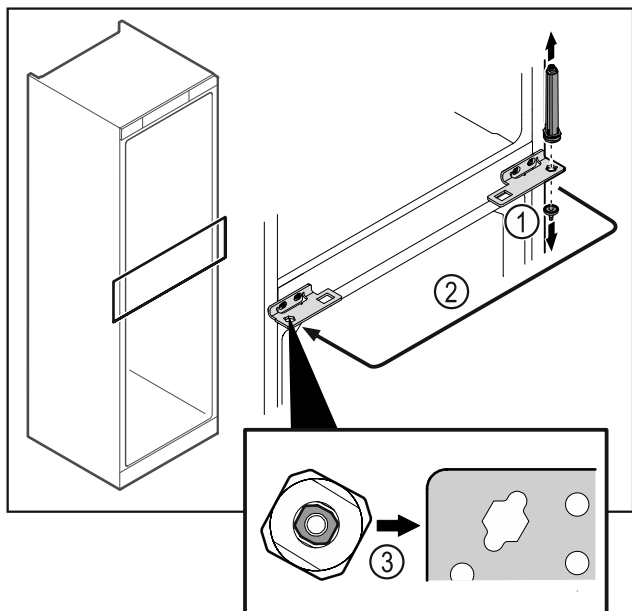

Fig. 40
- Svitare il perno della cerniera Fig. 40 (1).
- Spostare il sistema di chiusura della porta Fig. 40 (2).
- All'atto dell'utilizzo fare attenzione al corretto allineamento del sistema di chiusura della porta Fig. 40 (3).